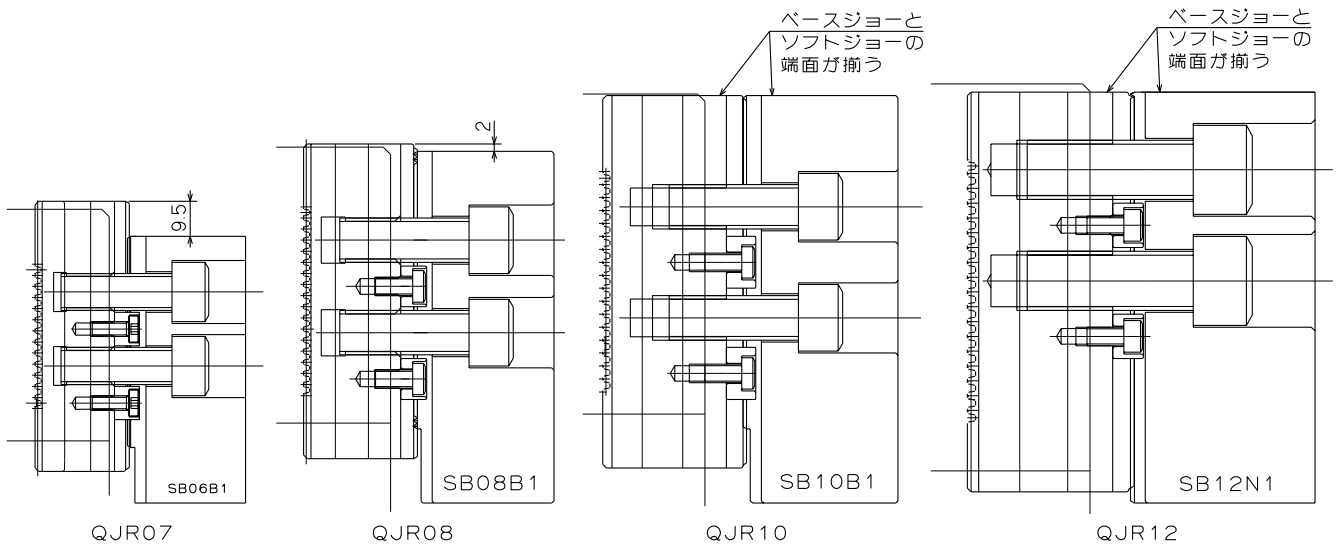

図6
- ・ ベースジョーとソフトジョーは図6のように取り付けています。